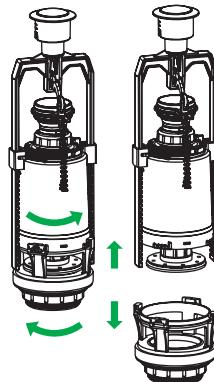

Рис. 8 / 8-сур.
- Отсоедините седло клапана от клапана выпуска, как показано на рис. 8.
8. Установите выпускной клапан в седло клапана (рис. 8) в обратном порядке.
- Для упрощения крепления бачка к унитазу можно отсоединить корпус выпускного клапана от седла клапана (рис. 8).